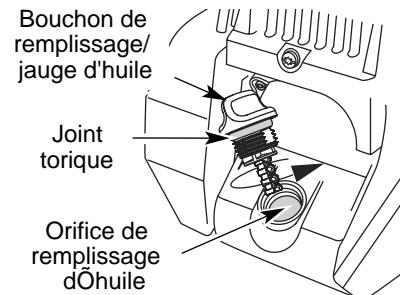

Fig. 24
6. Si le niveau est trop bas, ajoutez un peu d'huile par l'orifice et revérifiez (Fig. 24). Continuez jusqu'à ce que le niveau
**REMARQUE :** Assurez-vous que le joint torique est mis sur le bouchon de remplissage / jauge d'huile au moment de la vérification et du changement d'huile (Fig. 24).